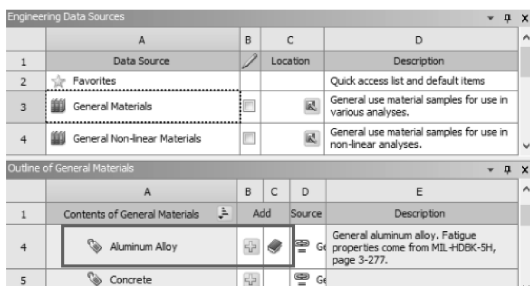

图 8-3 创建材料
(2) 在工程数据属性中增加材料：在 Workbench 的工具栏中单击  工程材料源库，此时的主界面显示【Engineering Data Sources】和【Outline of Favorites】。选择 A3 栏【General materials】，从【Outline of General materials】里查找铜合金【Aluminum Alloy】材料，然后单击【Outline of General Material】表中的添加按钮 ，此时在 C4 栏中显示标示 ，表明材料添加成功，如图 8-3 所示。